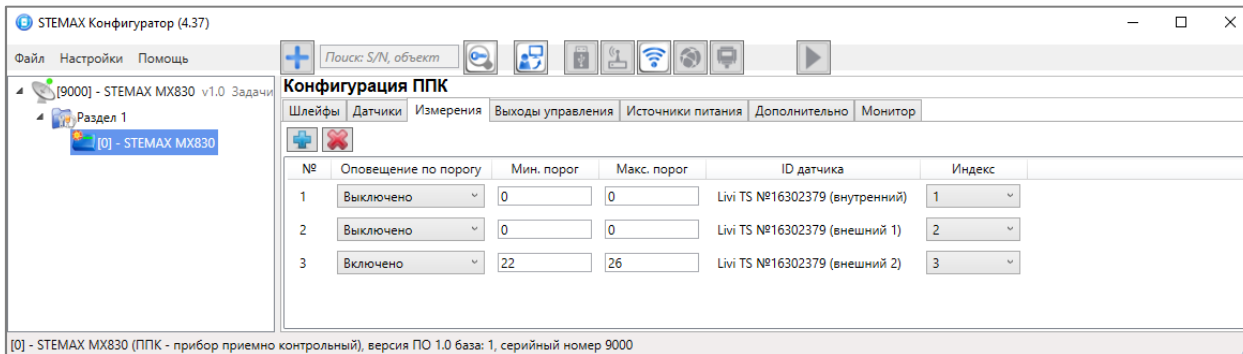

Рисунок 4.47 – Вкладка *Измерения*
- 2) На вкладке *Измерения* нажмите кнопку  в верхнем левом углу (см. рисунок 4.47).
Настройка параметров работы с зарегистрированными сенсорами выполняется в таблице с описанными ниже столбцами (см. рисунок 4.47).
Для удаления канала измерения из конфигурации выделите его в списке и нажмите кнопку  в верхнем левом углу вкладки (см. рисунок 4.47).